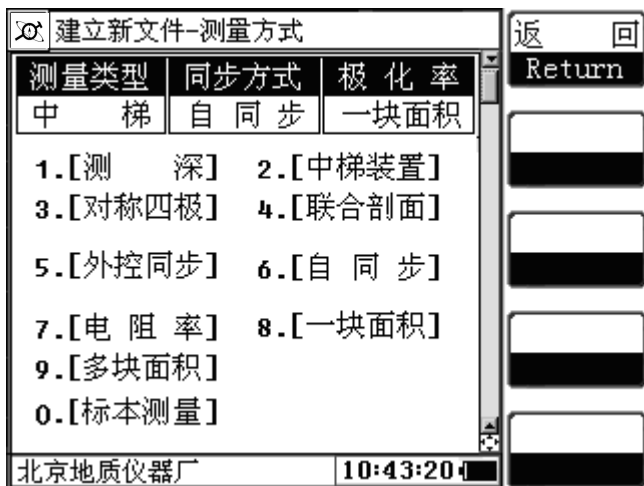

图 4
**4.1.1 测量方式:**按此键后，屏幕显示如图4所示。